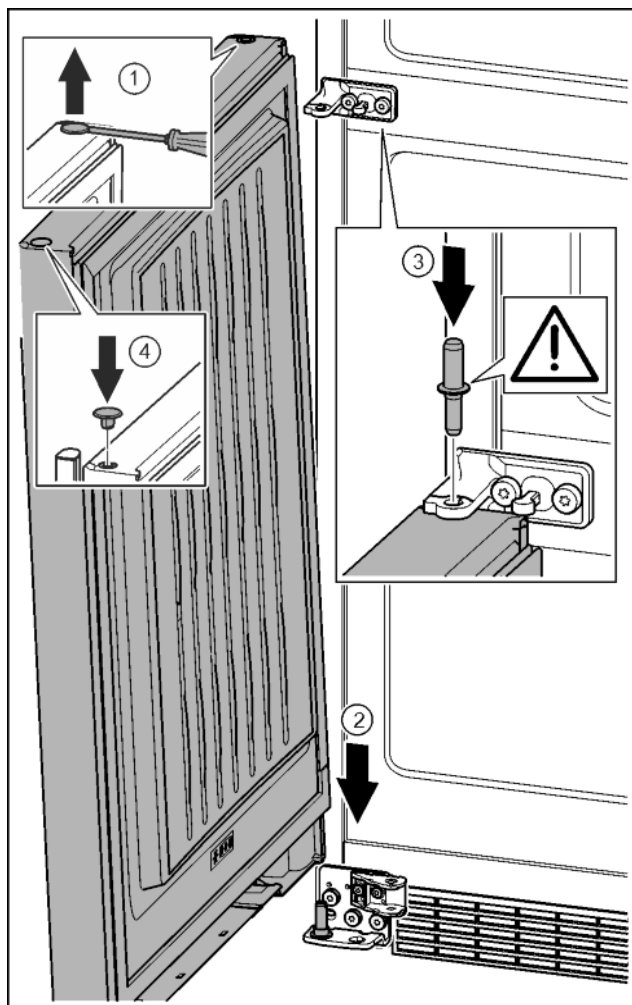

Fig. 34
- Осторожно приподнять шлицевой отверткой заглушку и извлечь ее. Fig. 34 (1)
- Установить дверь сверху на нижний опорный палец. Fig. 34 (2)
- Вставить средний опорный палец через средний опорный кронштейн в нижнюю дверь. При этом следить за тем, чтобы выступ фиксатора был направлен назад. Fig. 34 (3)
- Заглушку снова вставить с другой стороны. Fig. 34 (4)